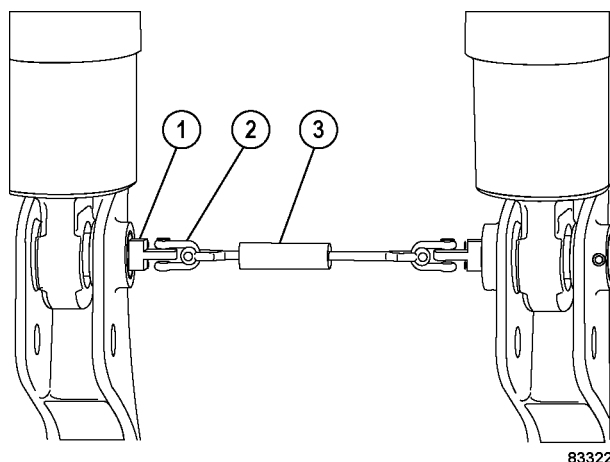

FIGURA 3-3. HERRAMIENTA DE EXTRACCIÓN DEL PASADOR DE LA SUSPENSIÓN TRASERA
9. Instale el extractor del pasador (1, Figura 3-3) en cada pasador inferior utilizando los pernos que se indican en la Tabla 1. Apriete los pernos a $240 \pm 24 \text{ N}\cdot\text{m}$ ($177 \pm 17 \text{ ft lb}$).
10. Fije ambos grilletes (2) al cilindro (3).